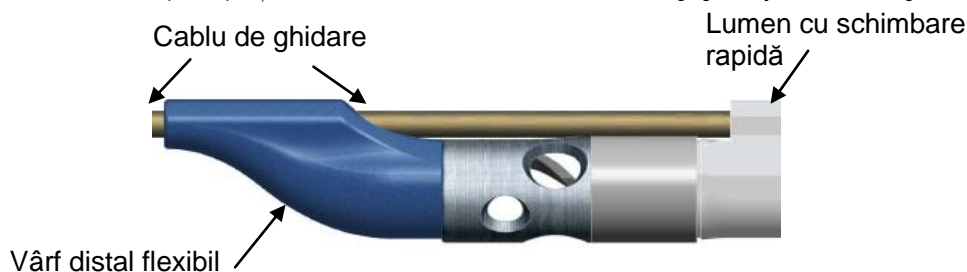

Fig. 1
3. Asigurați poziția cablului de ghidare, introduceți cablul de ghidare prin vârful distal flexibil și lumenul cu schimbare rapidă al cateterului ThromCat XT (Fig. 1).